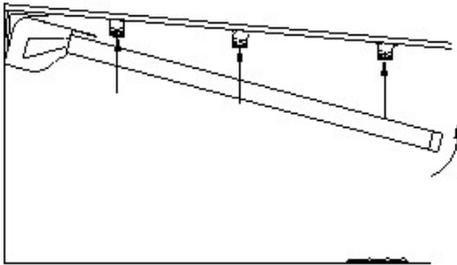

Abb. 16: Einclipsen der Führungsschienen
- » Heben Sie beide Führungsschienen gleichmäßig an und drücken diese in die schon montierten Führungsschienenhalter. Benutzen Sie gegebenenfalls standfeste Leitern dazu (Abb. 16).